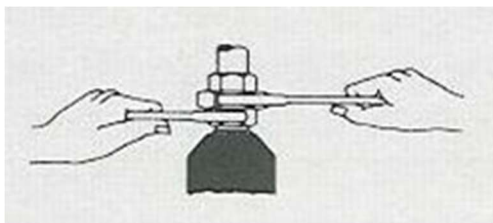

Figure 3 Desserrage des écrous-raccords avec deux clés
2. Desserrez les écrous-raccords des raccords à l'aide de deux clés, comme indiqué sur **Figure 3**.